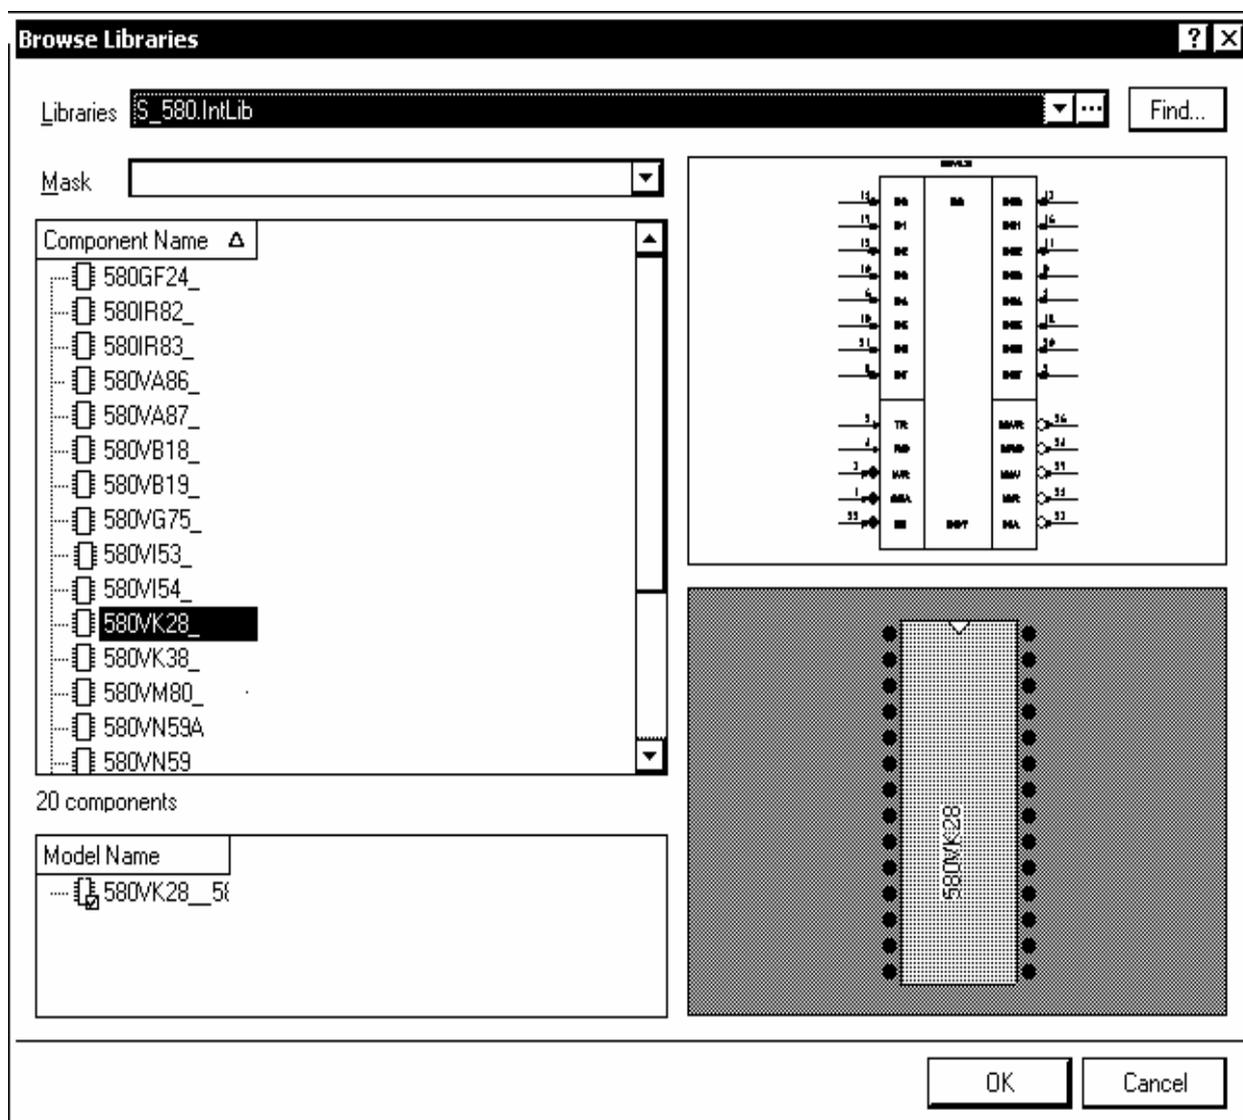

Рис. 5.3
5. Для поиска новых компонентов кнопкой [...] активизировать диалоговое окно поиска библиотек Browse Libraries (рис. 5.3), в которых хранится нужный компонент.
В полях окна (рис. 5.3) сгруппированы команды управления поиском и отображается информация о компонентах выбранной библиотеки: